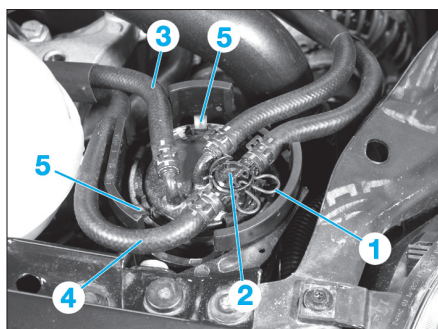

Fig. 20
- Déposer l'épingle de verrouillage (1) (Fig.20).
- Soulever le clapet régulateur (2) avec les flexibles branchés.
- Débrancher les flexibles (3) et (4).
- Écarter les ergots de retenue (5).